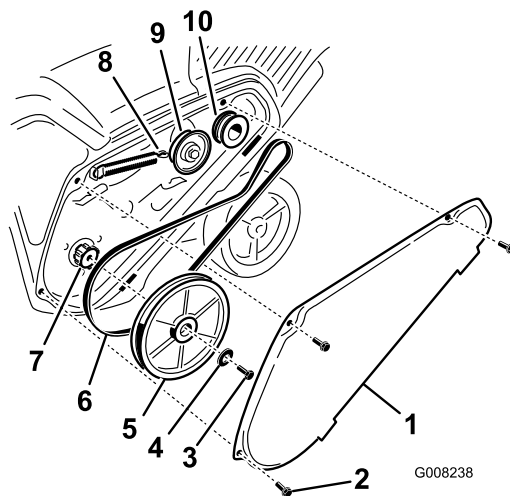

图29
1. 如图29所示卸下3个螺栓从而卸下传动皮带罩。
2. 从怠轮臂上解开制动弹簧释放皮带张紧力图29。
3. 卸下固定转子皮带轮的螺丝和弧形垫圈图29。
4. 卸下转子皮带轮和传动皮带图29。
注意 首先将新传动皮带绕到发动机皮带轮然后是怠轮皮带轮最后松松地缠绕到位于转子轴正上方的转子皮带轮图29。
6. 将转子皮带轮安装到转子轴上图29。
7. 安装弧形垫圈和转子皮带轮并进行紧固图29。